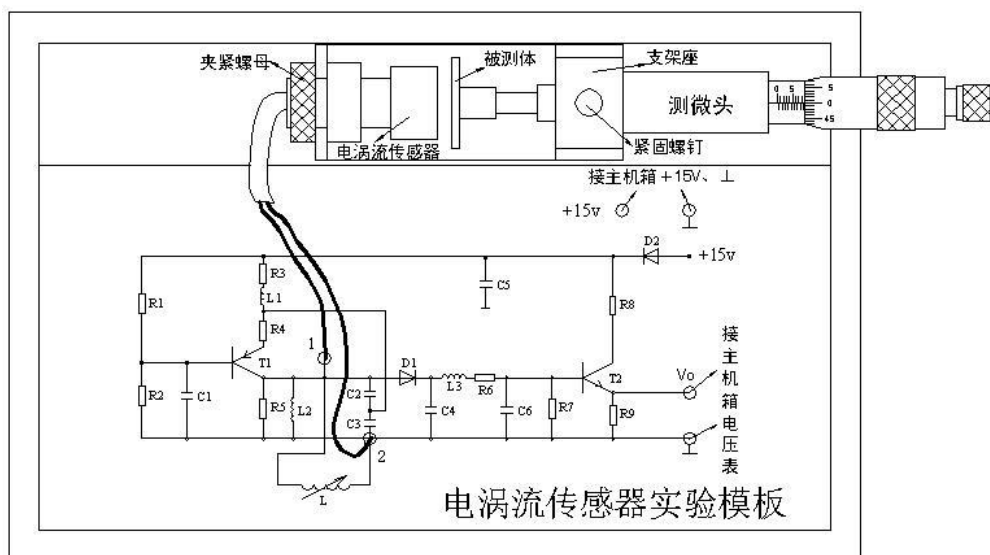

图 3 电涡流传感器安装、接线示意图
1、观察传感器结构，这是一个平绕线圈。根据图 3 安装测微头、被测体、电涡流传感器并接线。